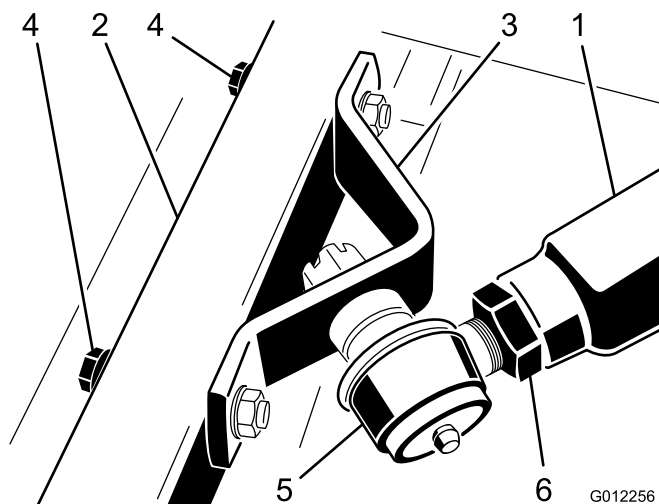

Bild 22
des Mähwerks befestigt ist (Bild 22). Jetzt kann der Helfer den Schubarm vorsichtig anheben, damit der Federdruck von 45 kg langsam abgelassen wird.
3. Der rechte Schubarm sollte von einer anderen Person vorsichtig heruntergedrückt werden, bis die Löcher in der Kugelgelenkbefestigung mit den Löchern im Laufradarm ausgefluchtet sind (Bild 22).